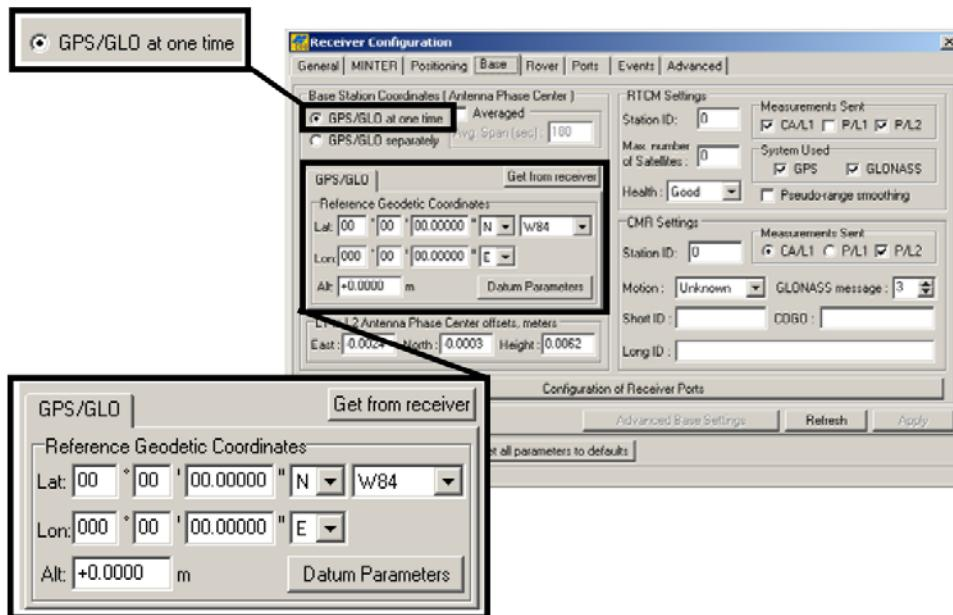

Рисунок 3-12. Настройка базовой станции
9. Для базового приемника выберите вкладку *Base* (**Базовый**), произведите установку перечисленных ниже параметров (см. рис. 3-12 на стр. 3-16), после чего щелкните на кнопке *Apply* (**Применить**).